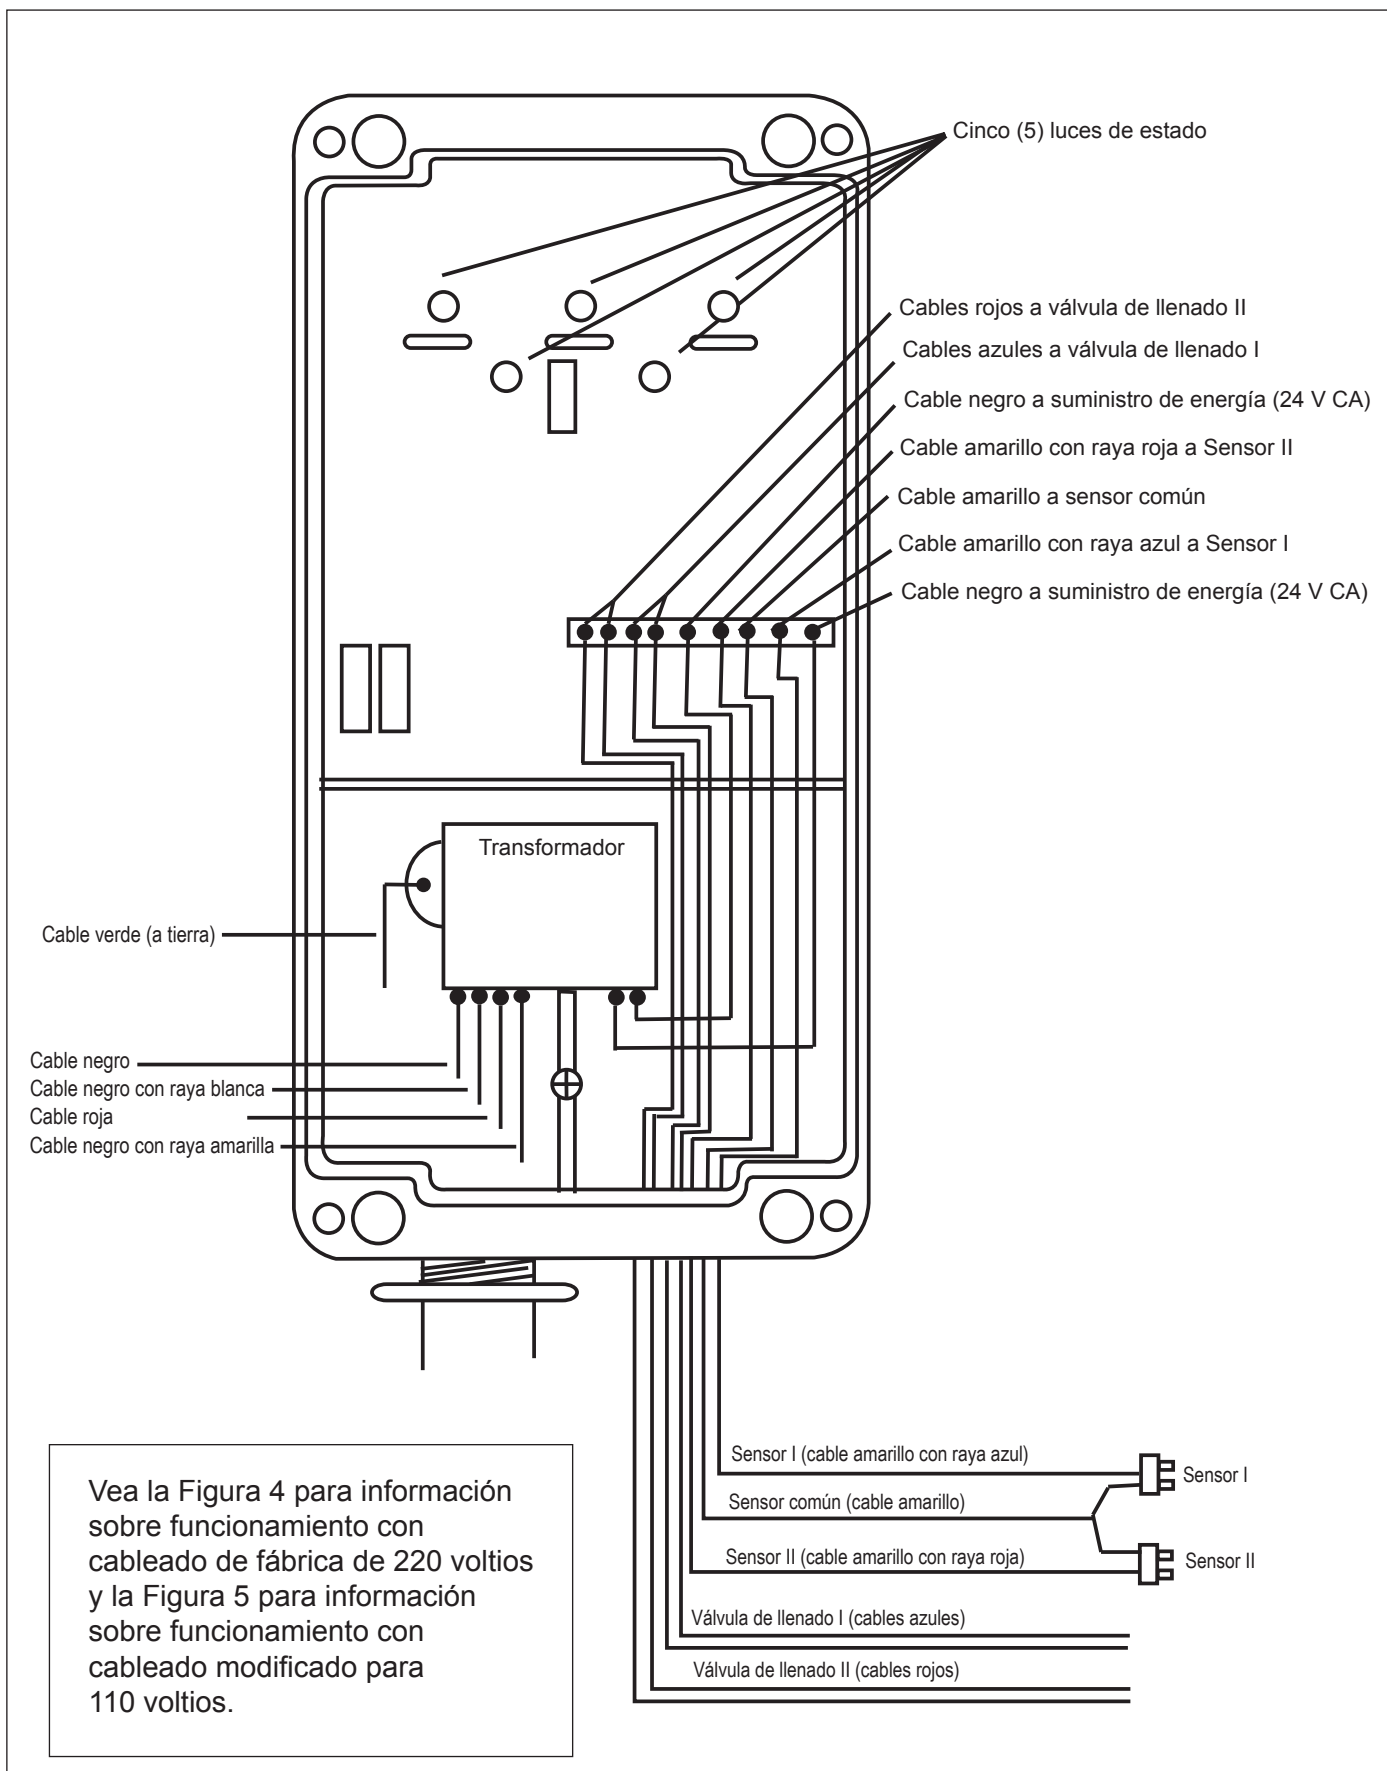

Figura 9. Caja de control de K-2300
- a. Conecte un (1) cable del sensor I y un (1) cable del sensor II al cable común amarillo del sensor utilizando tuercas de empalme. Consulte la Figura 9.
- b. Conecte el otro cable del sensor I al cable amarillo con raya azul utilizando tuercas de empalme. Consulte la Figura 9.
- c. Conecte el otro cable del sensor II al cable amarillo con raya roja utilizando tuercas de empalme. Consulte la Figura 9.